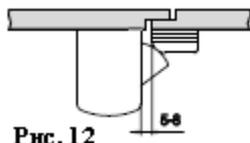

Рис. 12
16) Приложите ответную часть на защелку-ригель и при помощи нескольких прокладок добейтесь того, чтобы было выдержанно расстояние, указанное на Рис. 12 и 13; Отметьте